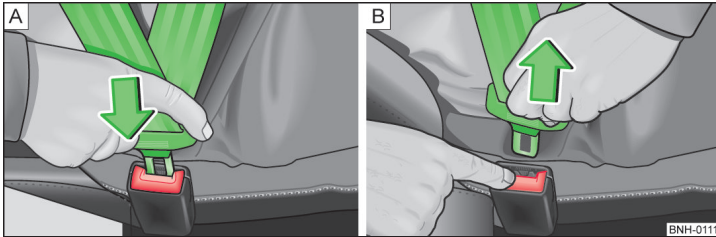

Fig. 5 Fixarea sau desfacerea centurii de siguranță
» Introduceți clema de fixare în catarama aferentă a centurii de siguranță » fig. 5 - [A] până când se fixează cu un declic.
- » Apăsăți tasta de culoare roșie de pe catarama centurii » fig. 5 - [B], lamela de fixare sare afară.